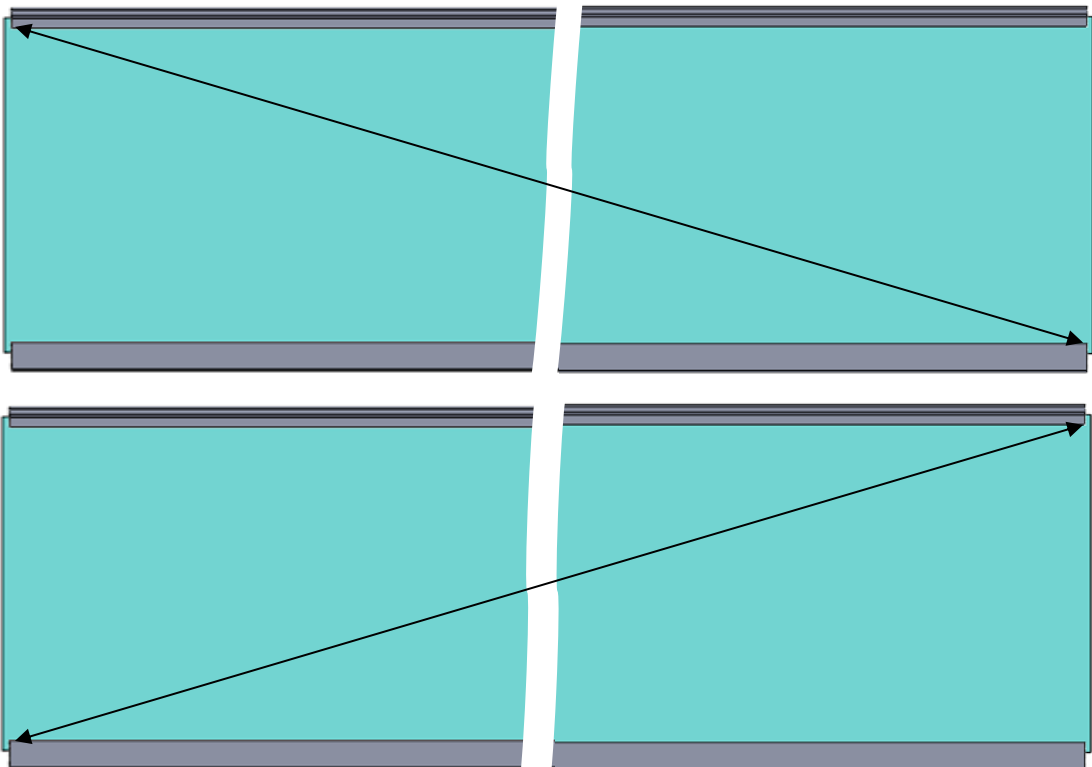

Figura 18
- Comprobar las diagonales (figura 18) entre los perfiles. Estas deben de ser exactamente iguales.